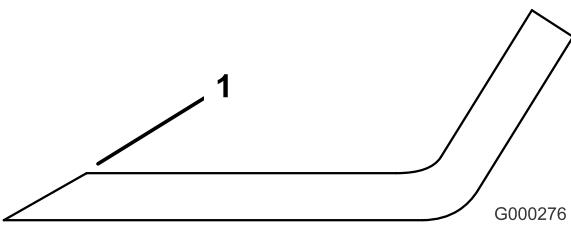

図 74
1. ブレードは、左右の刃先部分を研磨する（図 74）。刃先の角度を変えないように注意すること。左右を同じだけ削るようにすればバランスが狂わない。